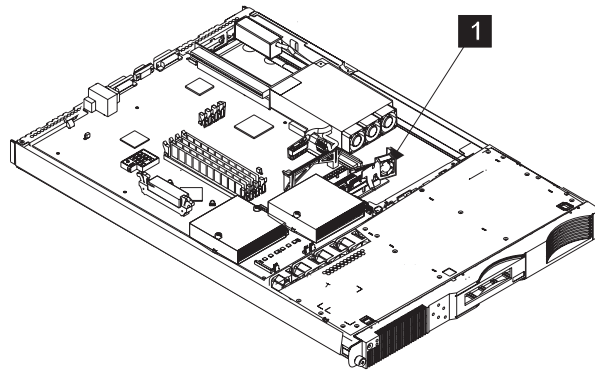

図 106. SAN ポリユーム・コントローラー 2145-4F2 ディスク・ドライブ・ファンの取り外し
5. ディスク・ドライブ・ファンの右側を前方にスライドさせて、135 ページの図 106 で示すように、ファン・アセンブリー全体 **1** を取り外します。次にアセンブリーをクリップから引き離します。